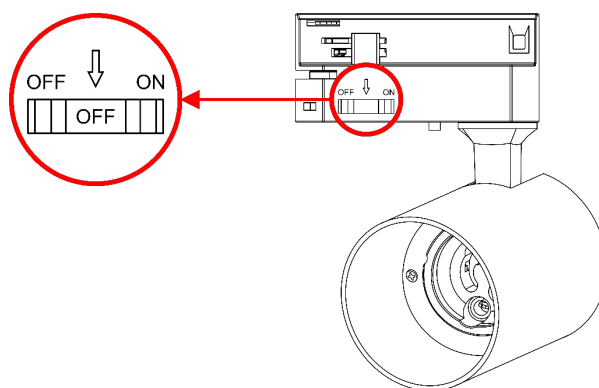

Fig. 11
- 03) Coloque el **interruptor de encendido (05)** en la posición APAGADO, como se muestra en la Fig. 11.